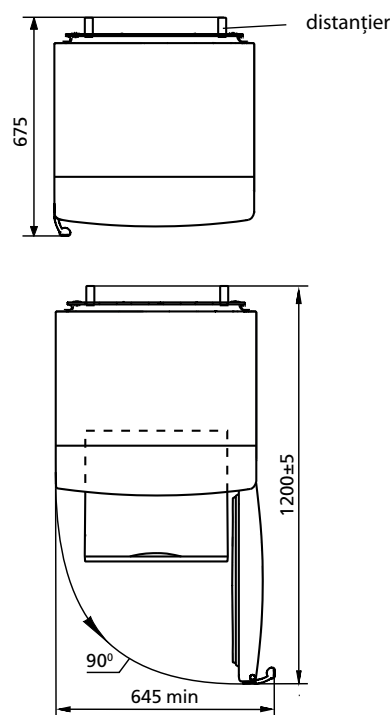

Figura 2 – Frigider (vedere de sus)
1.3 Spatiul total, necesar pentru exploatarea frigiderului este determinat de dimensiunile indicate în figura 2 in milimetri. Pentru extragerea libera a componentelor din frigider trebuie a deschide ușile camerei la un unghi de cel puțin 90°.